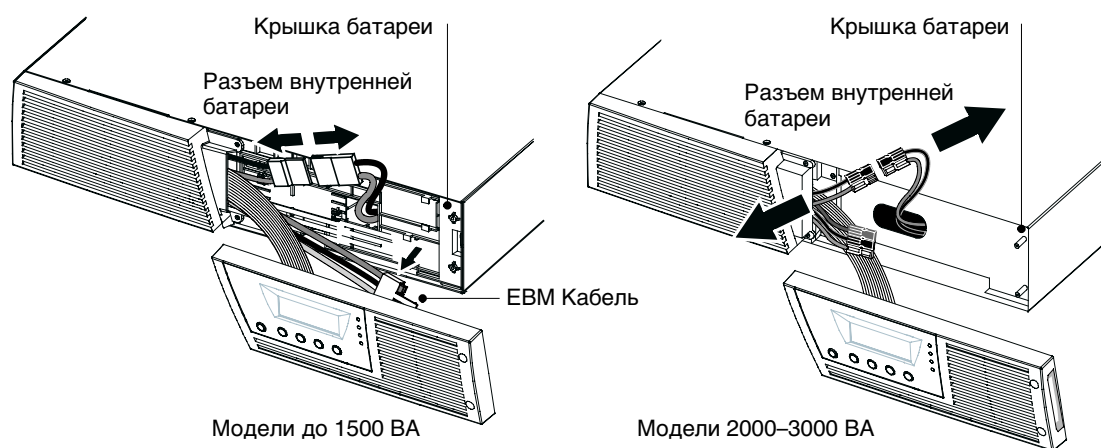
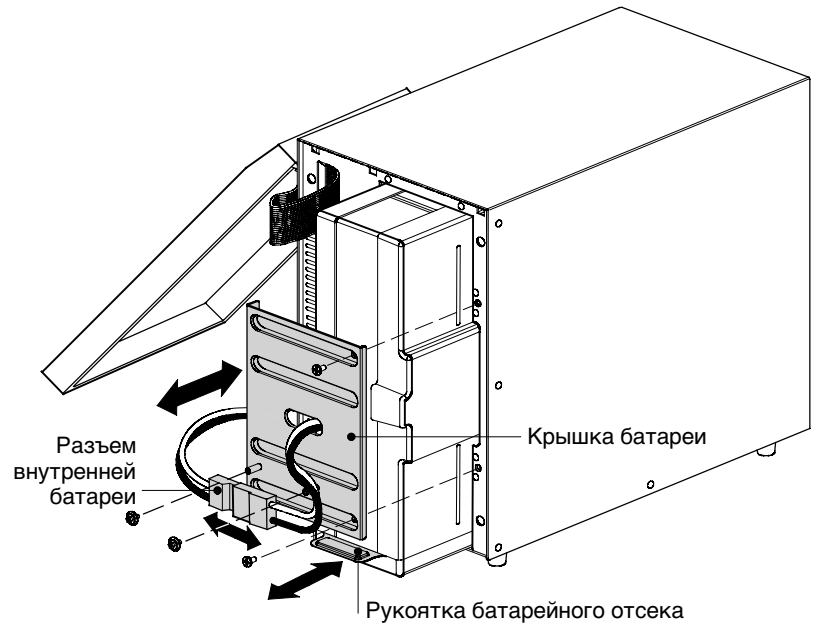

Рисунок 24. Отключение внутренних батарей ИБП (показано без EBM)
Рисунок 26. Замена внутренних батарей ИБП
В том случае, если требуется транспортировка ИБП, убедитесь в том, что ИБП отключен от сети и выключен, а затем отсоедините контакт внутренней батареи ИБП (см. Рисунок 24 на стр. 49 для моделей для монтажа в стойку или Рисунок 26 на стр. 51 для моделей типа башня).
2. Отсоедините разъем внутренней батареи (см. Рисунок 24).
3. **Только для моделей до 1500 ВА.** Если кабель EBM не подключен к EBM, отсоедините EBM кабель и переместите его влево (см. Рисунок 24).
4. Возьмите край крышки батареи и слегка потяните его вперед. Снимите и отложите в сторону крышку батареи. Расположение крышки батареи см. на Рисунок 24.
9. **Только для моделей до 1500 ВА.** Если кабель EBM не подсоединен к EBM, закрепите EBM его в держателе на крышке батареи (см. Рисунок 24).
2. Удалите и отложите в сторону два винта, удерживающие разъем внутренней батареи. Отсоедините разъем внутренней батареи. См. Рисунок 26.